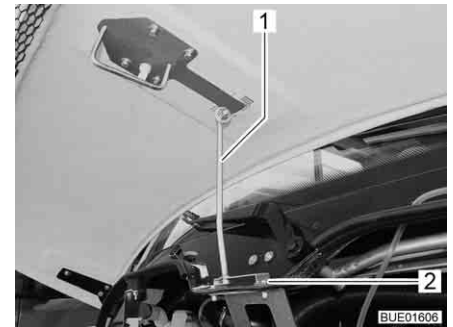

Fig. 39 Appui capot moteur (Viseo)
- Déplier l'appui (Fig. 39,1) et l'accrocher dans le support (Fig. 39,2).